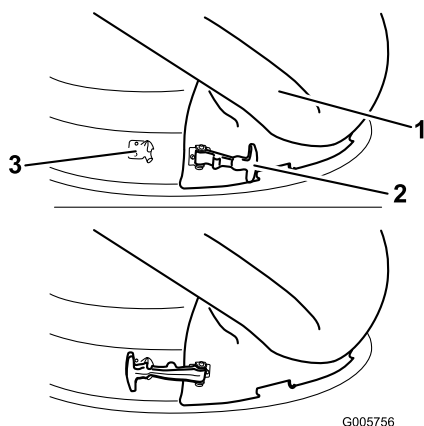

Figura 16
7. Fissate la guida di scarico sul piatto di taglio da 50 poll. Agganciate il fermo flessibile della guida di scarico al fermaglio saldato sul piatto di taglio, sul retro dell'apertura (Figura 16).